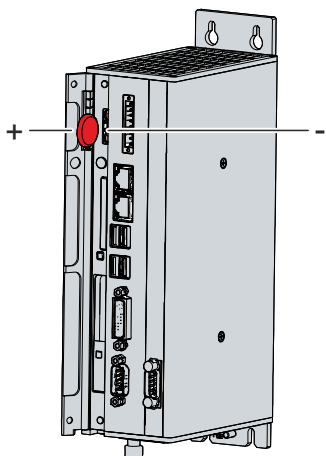

図 24: C6920電池交換
2. 新しい電池を手で挿入してください。極性に注意してください。電池のマイナス極は、産業用PCの電源コネクタの方を向くように挿入してください (図24 参照)。